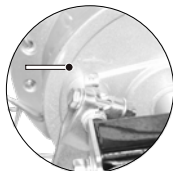

Imagen 25. Indicador de desgaste de freno trasero.
3. Verificar que el indicador de desgaste no alcance la línea de desgaste. Ver imagen 25.